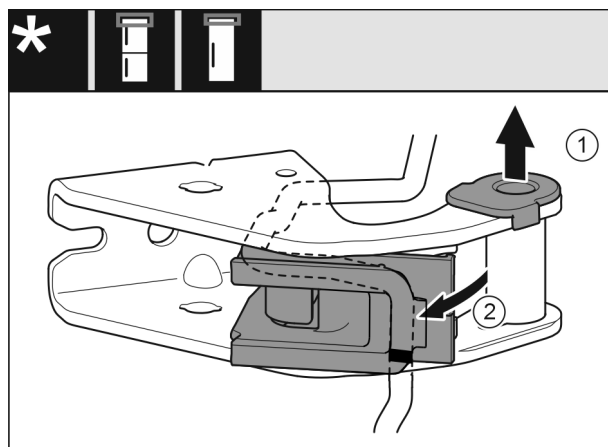

Fig. 26
- ▶ Tuleję łożyskową wyjąć z prowadnicy. *Fig. 26 (1)*
- ▶ Odchylić mocowanie kabla. *Fig. 26 (2)*